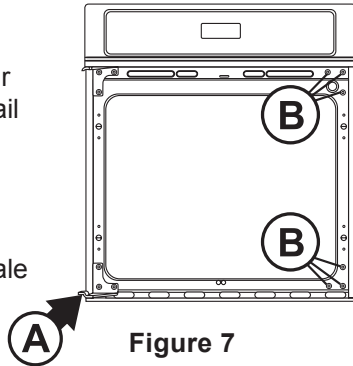

Figure 7
6.1.5. Remplacez la vis du pivot (Voir A, Figure 7) à sa position initiale sur la charnière.
- 6.2.1. Enlevez les six (6) vis et rondelles du côté droit de l'encadrement (Voir B, Figure 7). Conservez ces vis pour les réinstaller à l'étape 6.2.5.